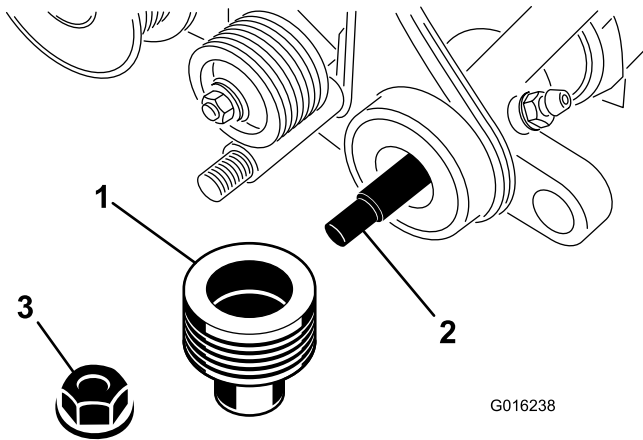

**Figura 5**
5. Rimuovete il bullone per aratro, il dado e la rondella che fissa il gruppo del braccio dell'altezza di taglio alla piastra laterale (Figura 5).